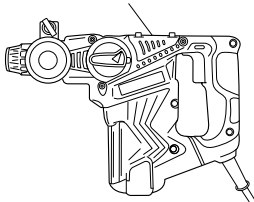

Fig. 24
- (1) Démontez le couvercle du carter et essuyez à fond la vieille graisse à l'intérieur. (Fig. 24)